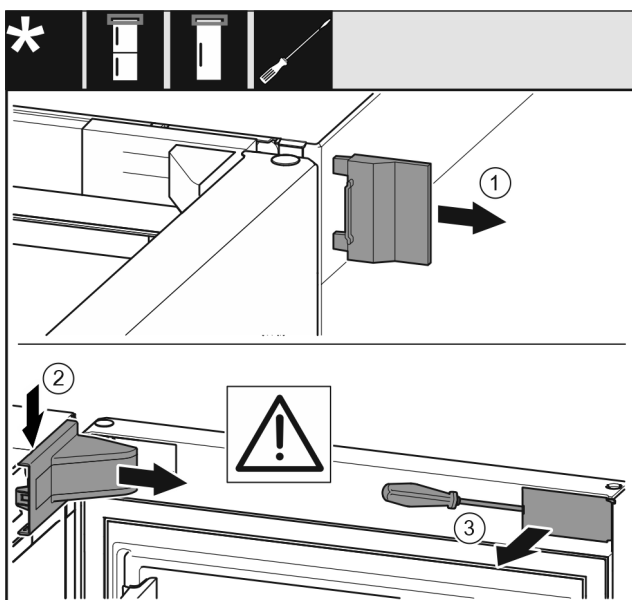

Fig. 8
- ▶ Hiqni kapakun mbulues të jashtëm. Fig. 8 (1)
- ▶ Nxirrni nga foleja kapakun mbulues të bazamentit mbështetës dhe lirojini. Hiqni kapakun mbulues të bazamentit mbështetës. Fig. 8 (2)
- ▶ Nxirrni nga foleja shiritin mbulues me një kaçavidë dhe shtyjeni anash. Fig. 8 (3)